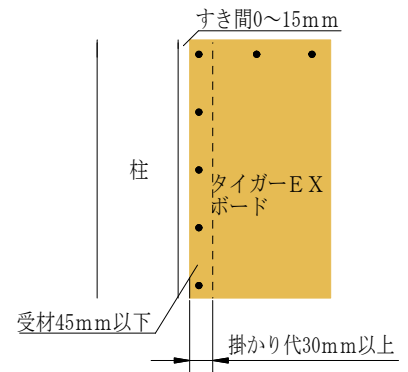

図7-1 入隅部納まり詳細
- ①面材の取り付け方は軸組および土台に直張りとし、その張り方は縦張りとしてください。胴つなぎを介し高さ方向に面材を継ぐ場合も上部面材は縦張りとし、その際、上側面材最小長さは420mmとします。
- ②面材を高さ方向に1枚張る場合はめっき鉄丸くぎ NZ50を用いて、くぎ頭部が面材表面に面一になるように留め付けてください。面材外周部のくぎ相互間隔は75mm以下、縁端距離15mm（±3mm）にて掛かり代30mm以上で横架材および土台に留め付ける。掛かり代45mm以上で柱、掛かり代20mm以上で継手間柱に縁端距離12mm（±2mm）にて留め付けてください。面材の中通りのくぎ相互間隔は150mm以下で間柱にそれぞれ留め付けてください。
- ③面材を高さ方向に胴つなぎを設けて面材を継ぐ場合はめっき鉄丸くぎ NZ50を用い、くぎ頭部が面材表面に面一になるように留め付けてください。くぎ相互間隔は75mm以下、縁端距離15mm（±3mm）にて掛かり代30mm以上で胴つなぎに留め付けてください。胴つなぎの取り付け位置は横架材間に一箇所とし、取り付け間隔は、土台に取り付けた面材下部から胴つなぎの中心までの距離が1820mmになるように取り付け付けてください。
- ④入隅部で受材への面材の取り付け方は、めっき鉄丸くぎ NZ50 を用いてくぎの相互間隔75mm以下、縁端距離12mm (±2mm) にて留め付けてください。面材の掛かり代は、受材見付け幅に対し、30mm以上としてください (図7-1 参照)。
- ⑤面材の目地部分は突き付けとします。
- ⑥面材を留め付けた後、早期に透湿防水シート、その他これに類するもので有効に防水措置を講じてください。